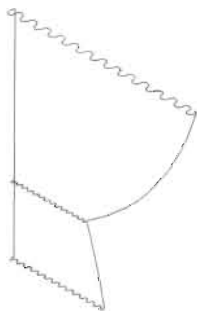

图 13-44
(1) 根据原始文件路径打开图形, 如图 13-44 所示。